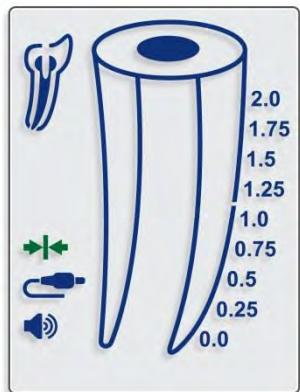

Rys. 2
- 7.2.2. Gdy poziom naładowania baterii jest niski, na ekranie pojawi się migający wskaźnik Low Battery (rys.2). **S5 Apex Locator** będzie kontynuować normalną pracę nawet przy słabej baterii, ale bateria powinna być wymieniona, zanim straci całą moc.